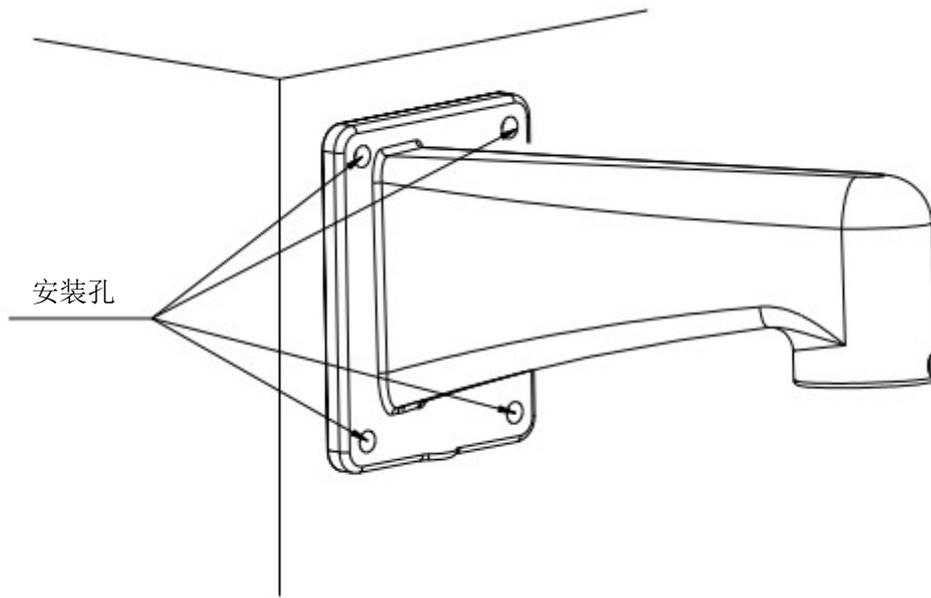

图 3.2.1 壁挂支架安装
1、如图 3.2.1 所示，以壁装支架底面的安装孔为模板，在墙壁上画出打孔位置，并打孔，再将膨胀螺钉预埋好在打好的孔内（膨胀螺钉由用户自备）。再用 4 颗六角螺母以及平垫将壁装支架拧入预埋好的膨胀螺钉。